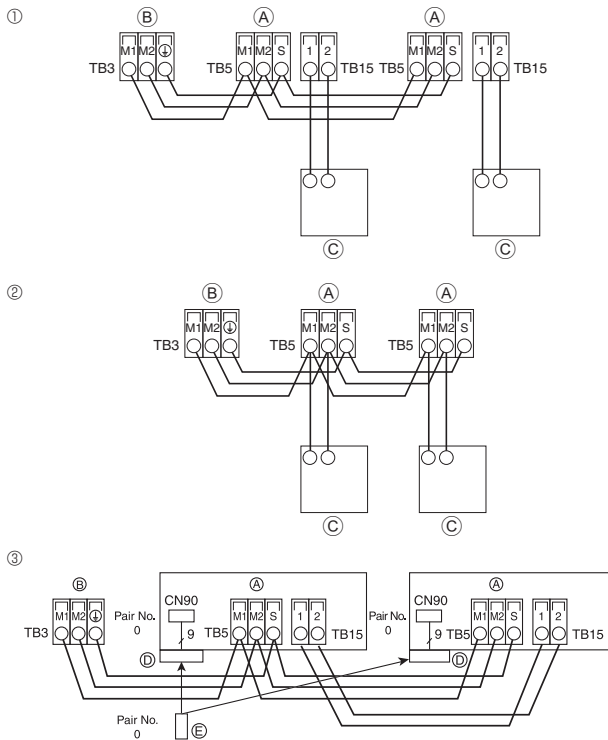

Fig. 6-3
6.4. Anschluss der Fernbedenungs-, Innen- und Außenübertragungskabel (Fig. 6-3)
- ① MA-Fernbedienung
- ② M-NET-Fernbedienung
- ③ Kabellose Fernbedienung (bei Installation des kabellosen Signalempfängers)